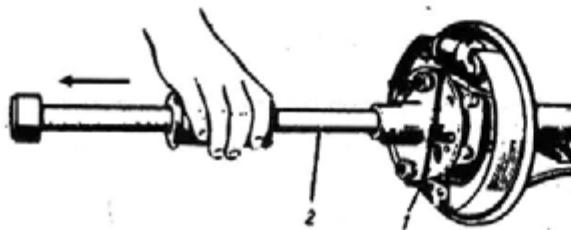

Рис. 135. Выпрессовка полуоси с помощью ударного съемника:
5. Выньте полуось вместе с корпусом 3 наружного сальника (сам сальник аннулирован), пластиной, щитом тормоза и подшипником. Если полуось от усилия руки не выпинается, то для снятия полуоси примените ударный съемник (рис. 135).